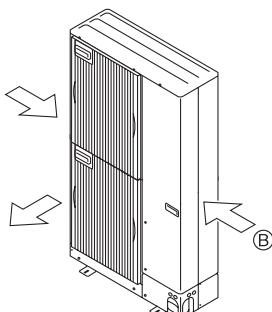

Fig. 2-5
- ③ Plaats het apparaat indien mogelijk zo dat de luchtauitlaat in dezelfde richting blaast als de seizoenswinden. (Fig. 2-5)
- ④ Windrichting